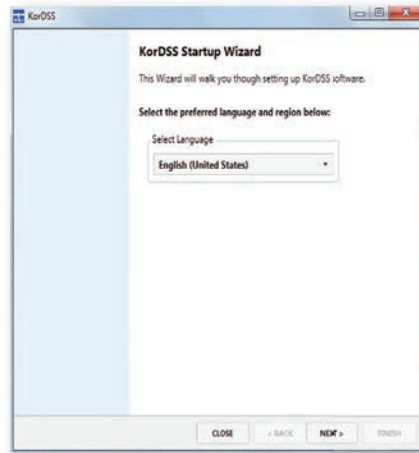

Figura 84 Preferencia de idioma de KorDSS
1. Después de que Windows haya actualizado con éxito el software del controlador, inicie KorDSS y configure la preferencia de idioma (Figura 84). Haga clic en **Siguiente**.